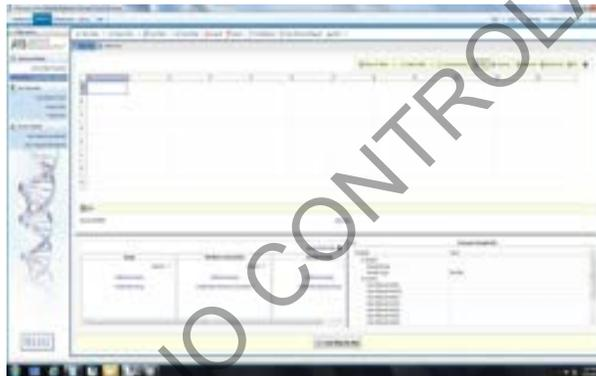

Figura 32. Cuadro Dialogo para la asignación de los archivos de la placa.
7.15.4 Seguidamente aparece la pantalla para asignar los contenidos de la placa (ver figura 32). De click en la celda correspondiente y proceda a escribir el nombre de las muestras con base en el Esquema de montaje de Muestras para Electroforesis Capilar descrito en el Formulario "Lista de Verificación Procedimiento Amplificación y Post Amplificación de Marcadores Genéticos por PCR: Sección de Bioquímica" o en Formulario: Montaje De muestras en equipos de la Unidad de Genética Forense "